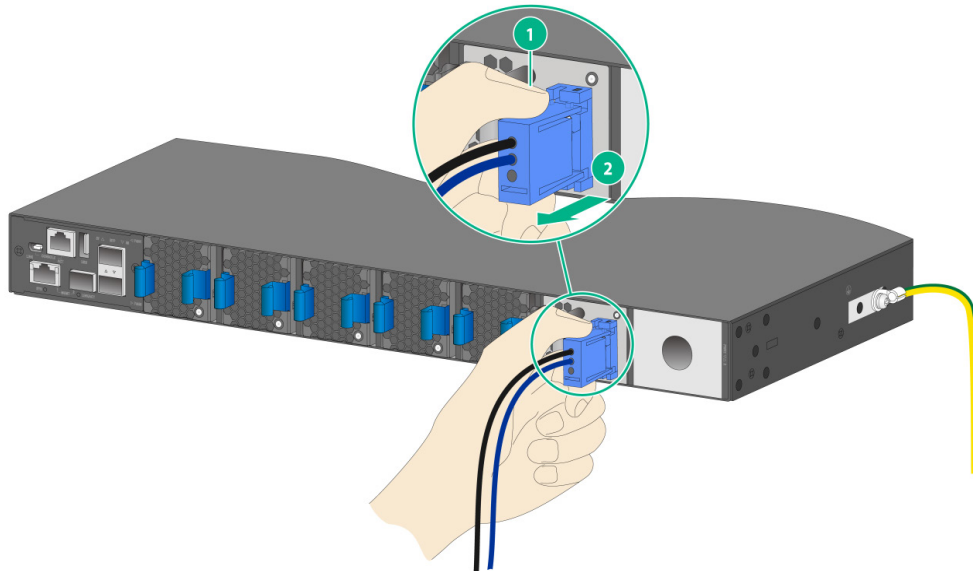

図 8-16 LSVM3DC650 の取り外し
- 2) 電源モジュールから電源コードを取り外します。DC 電源コードを取り外すには、図 8-16 に示すように、電源コードコネクタのタブを親指と人差し指でつまみ、コネクタを引き出します。
- 3) 図 8-16 に示すように、片手で電源モジュールのハンドルを持ち、親指で電源モジュールのラッチを右に押し、スロットから電源モジュールを途中まで引き出します。